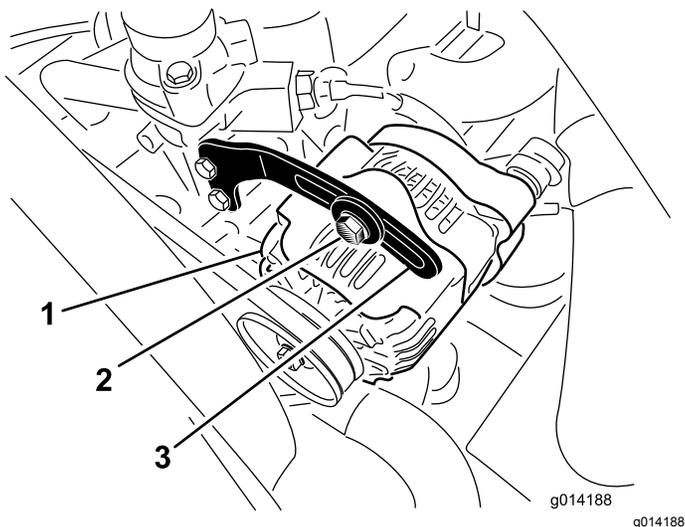

Figure 48
2. Contrôlez la tension de la courroie d'alternateur (Figure 48) en exerçant une force de 10 kg à mi-distance entre les poulies d'alternateur et de vilebrequin.
3. Desserrez le boulon qui fixe le renfort à l'alternateur (Figure 48), et le boulon de pivot d'alternateur.